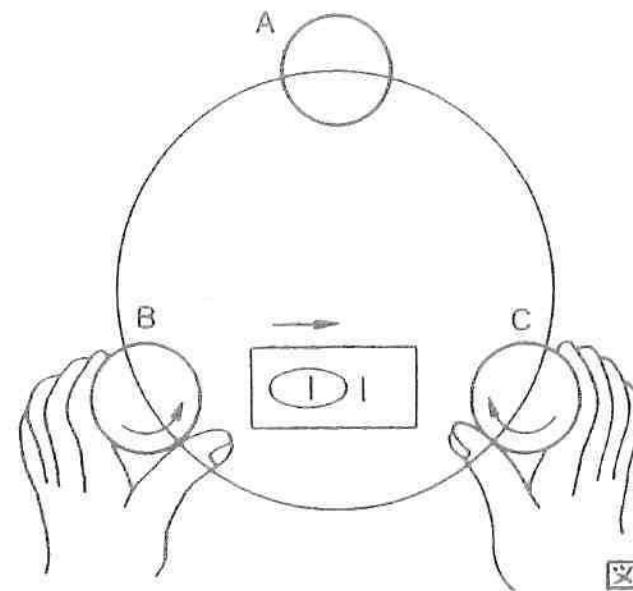

図17-1
- ①上盤クランプを緩め、平盤気泡管を任意の2本の整準ねじB, Cを結ぶ線に平行に置きます。
- ②整準ねじBとCを用いて気泡を中心導きます。(気泡は、左親指の動く方向と同じ方向に移動します。)(図17-1)